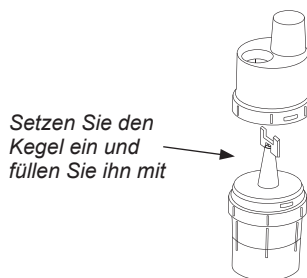

Bild 3: Verneblerbecher
- Füllen Sie den unteren Teil des Verneblerbechers mit dem von Ihrem Arzt verschriebenen Medikament. Achten Sie darauf, dass der Kegel in den unteren Teil eingesetzt wird (Bild 3).